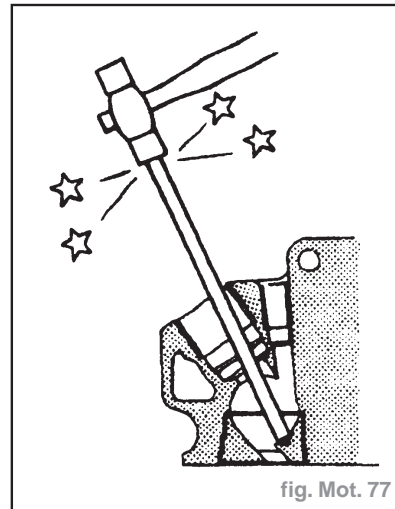

fig. Mot. 77
- Déposer la chambre de combustion de manière à ce que la culasse ne soit pas endommagée (fig. Mot. 77).